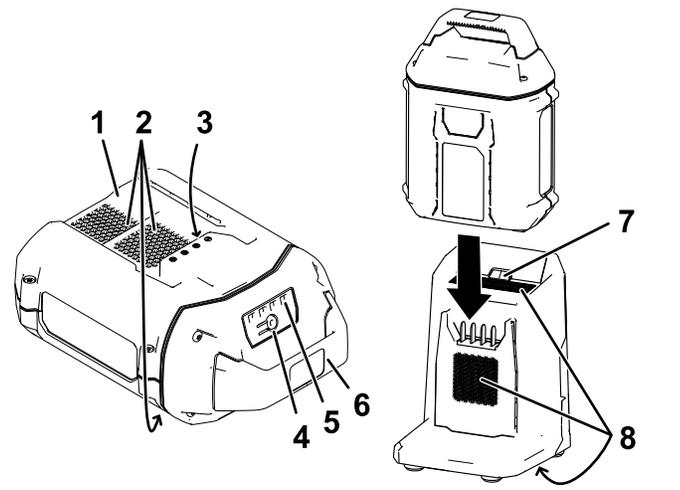

Bild 17
2. Fluchten Sie das Loch im Akkupack (Bild 17) mit der Zunge am Ladegerät aus.
4. Schieben Sie den Akkupack in das Ladegerät, bis es einrastet (Bild 17).